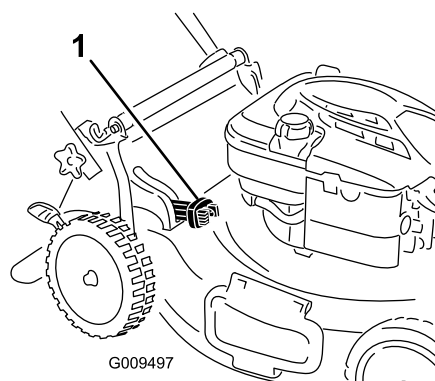

Figura 19
- Per raccogliere lo sfalcio e le foglie premete il pulsante che si trova sulla leva di comando del cesto e spostate in avanti la leva finché il pulsante non risale (Figura 19).